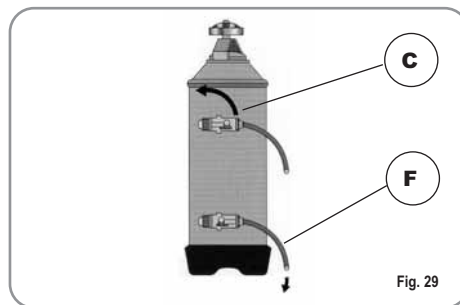

Fig. 29
- 2) Rimettere il tappo e riposizionare la leva C verso sinistra (Fig. 29), lasciando scaricare l'acqua salata dal tubo F finchè non ritorni dolce (circa 1/2 ora).